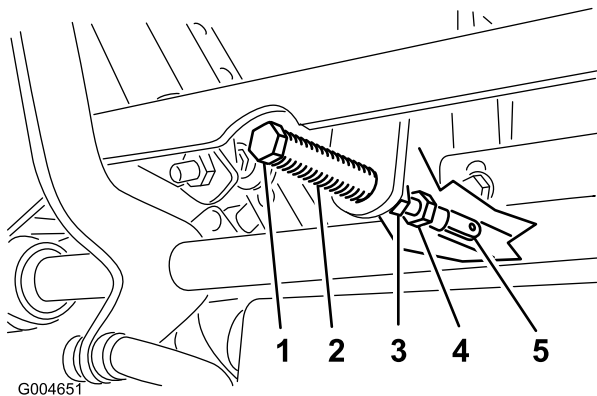

Bild 59
5. Ziehen Sie den Hebel zurück, bis der Lastösenbolzen (am Arm über der Gelenkwelle) das Schlitzende berührt (und soeben Druck auf die Feder ausübt) (Bild 59).
7. Sollte eine Einstellung erforderlich sein, lockern Sie die Mutter und die Klemmmutter gegen das Joch (Bild 59).
8. Drücken Sie den Fahrtriebshebel leicht nach hinten, drehen Sie den Kopf der Einstellschraube in die entsprechende Richtung, bis der Schalthebel in der Neutralsperrstellung zentriert ist (Bild 59).
9. Ziehen Sie die Mutter und die Klemmmutter an (Bild 59).
10. Ziehen Sie die Klemmmuttern an den Kugelgelenken fest (Bild 59).